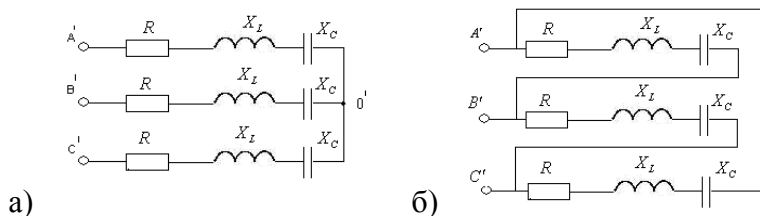

Рис. 3. 6
Исходные данные. В трехфазную сеть с напряжением U включены три одинаковых приемника энергии (рис. 3. 6). Сопротивления приемника равны R и X_L или X_C (табл. 3. 1).
Задачу решить для случаев, когда приемники энергии соединены звездой (рис. 3. 6, а), а затем треугольником (рис. 3. 6, б). Сравнить полученные результаты.
1) Расчет трехфазной цепи при соединении приемников звездой (рис. 3. 6, а):